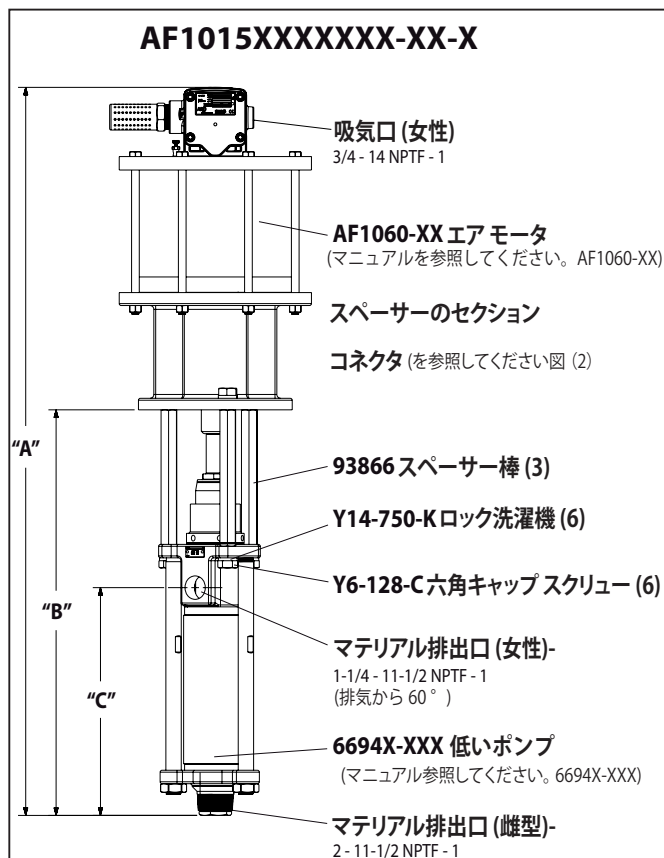

図 1
2. 卸下三个螺钉 (Y6-128-C) 和 (Y14-750-K) 锁从 (见图 1)，三个垫片棒的垫圈。
- 3 (Y6-128-C) のキャップのネジを取り外して、(Y14-750-K) ロック 洗濯機 (図 1 参照) 3 つのスペーサー棒から。